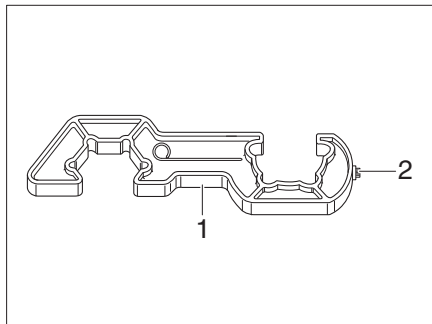

Bild 85 Skruvhjälp
- Använd den medföljande skruvhjälpen (Bild 85,1) när högtrycksslangarna ska skruvas på och av. Den säkerställer det nödvändiga åtdragningsmomentet och förhindrar skador på skruvkopplingen på grund av felaktiga verktyg.
- Skruva av högtrycksslangen (Bild 82,3) från gasflaskan med skruvhjälpen (Bild 85).